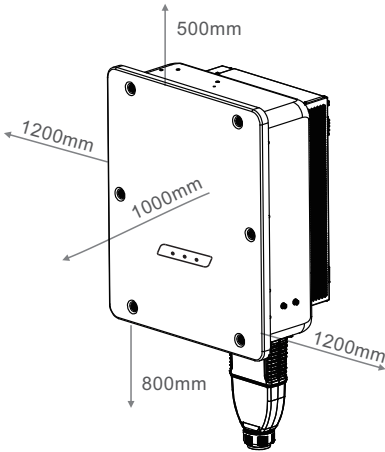

图3.1 逆变器之间的距离要求
- 如果现场安装了多台逆变器，则每台逆变器与其他安装设备之间应保持至少1200mm的间隙。逆变器底部至少应为800mm在地面或地板之上（见图3.1）。